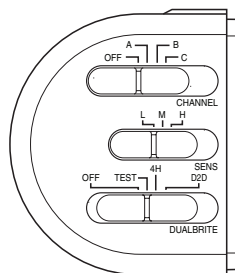

Figure 7
2. Faites glisser le commutateur CHANNEL en position OFF, le commutateur de sensibilité (SENS) en position « L » et le commutateur DUALBRITE en position TEST (voir la Figure 7). *Remarque :* Le mode TEST contourne la photocellule (qui ferme le luminaire pendant la journée), permettant de faire l'essai du luminaire de jour comme de nuit.